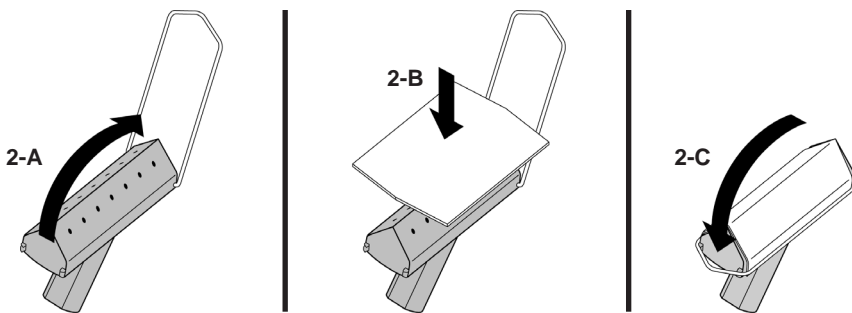

FIGURE 2
1. Faites basculer le loquet de l'Outil de coin vers la position ouverte (FIGURE 2-A).
2. Pressez le Tampon désiré contre l'Outil de coin (FIGURE 2-B). Le Tampon doit envelopper le bord en biais, de façon à recouvrir tous les trous de diffusion de vapeur.
3. Continuez à pousser le Tampon contre l'Outil de coin, puis faites basculer le loquet sur le Tampon pour le verrouiller (FIGURE 2-C). Ainsi, le tampon demeurera en place.